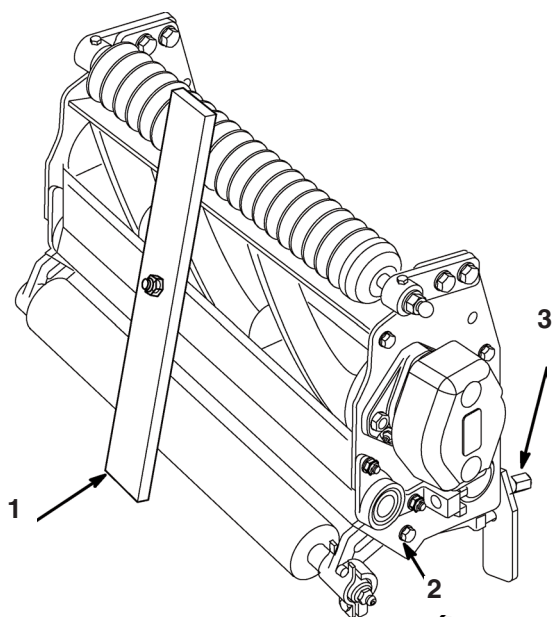

Fig. 5
2. Vend klippeenheten over (90°), og la den hvile på bakre valse og de lverste bakre tappene. Løsne låsemutterne på boltene mens du holder igjen de bakre valsebrakettene (fig. 5).
3. Bruk en målestang (delenr. 13-8199), og still inn skruhodet til ønsket klippehøyde (fig. 5). Denne